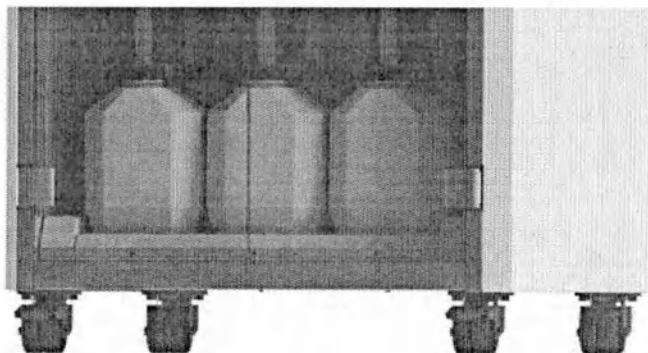

Рисунок 3.10 – Колеса Изделия
3.3.6 Четыре колеса Изделия предназначены для перемещения Изделия (Рисунок 3.10). Передняя пара колес оборудована фиксаторами для предотвращения произвольного передвижения Изделия.